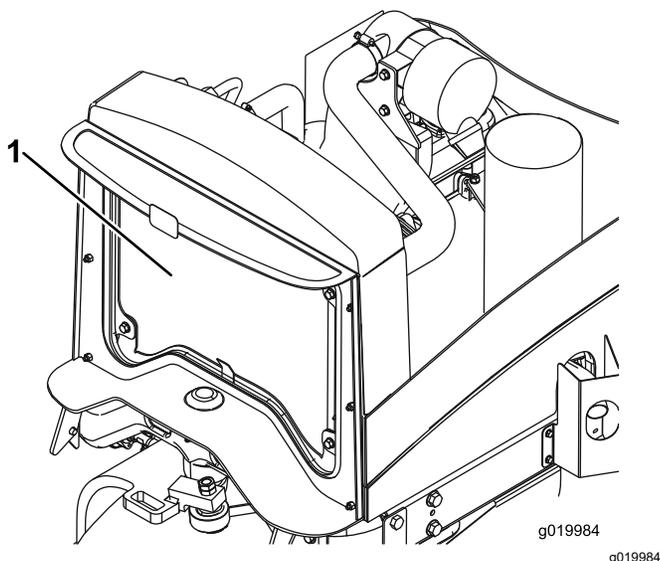

Figura 60
2. Limpe ambos os lados do radiador com ar comprimido (Figura 60).